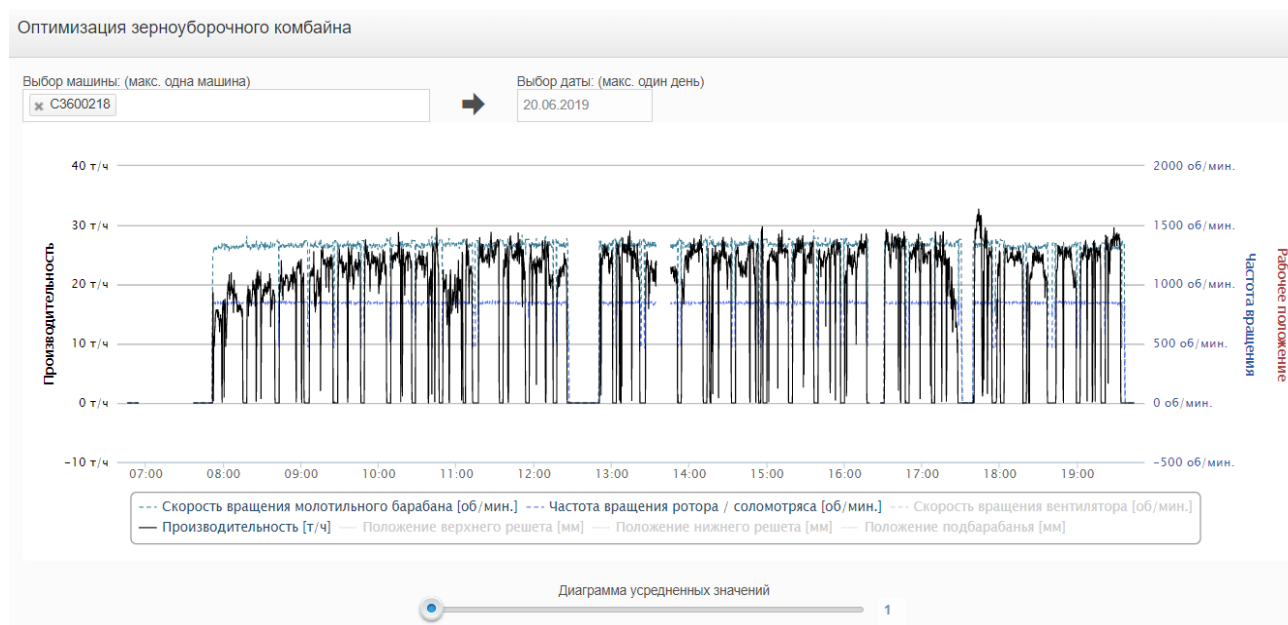

Рисунок 5.23 – Данные по оптимизации зерноуборочного комбайна
12. Выберите вкладку **Оптимизация зерноуборочного комбайна** и добавьте зерноуборочный комбайн с серийным номером С3600218, дату 20.06.2019 г. (рисунок 5.23).